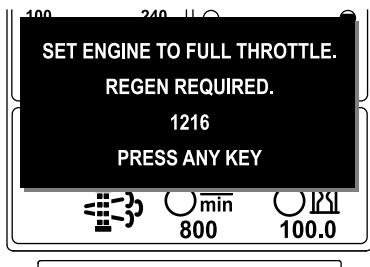

Figura 44
**Nota:** Si la temperatura de los gases de escape del motor es demasiado baja, el InfoCenter muestra el ADVISORY #1216 (Aviso n.º 186) (Figura 44) para informarle de que ajuste el motor a velocidad máxima (ralentí alto).